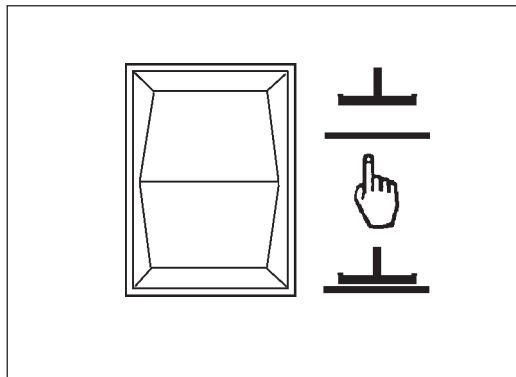

Figura 25
1. Para bajar la escobilla de goma y encender el motor de vací o, oprima el interruptor arriba/ abajo de la escobilla de goma hasta la posición abajo (figura 25). **NOTA: El motor de vací o se enciende de inmediato cuando se oprime la posición abajo del interruptor y se baja la escobilla de goma.**
2. Para levantar la escobilla oprima el interruptor arriba/ abajo de la escobilla de goma hasta la posición arriba (figura 25). Entonces se levanta la escobilla de goma y el motor de vací o se apaga luego de una breve demora **NOTA: La posición central del interruptor arriba/ abajo de la escobilla de goma se usa con el control de pulsación única.**